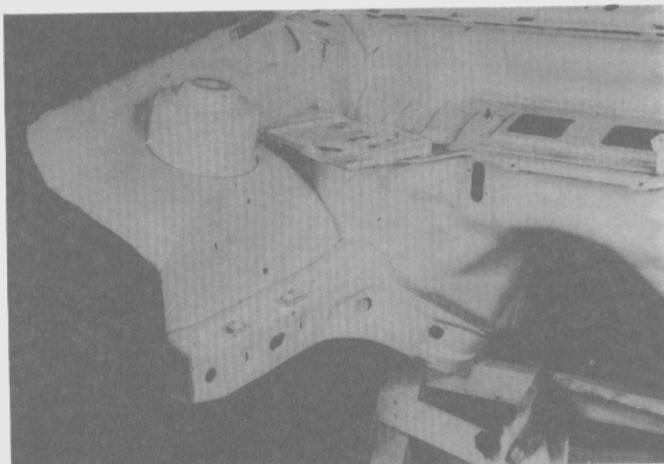

Fig. 155
– Cortar el conjunto de larguero/guardabarro delantero interior a lo largo de la línea de corte (Fig. 155).